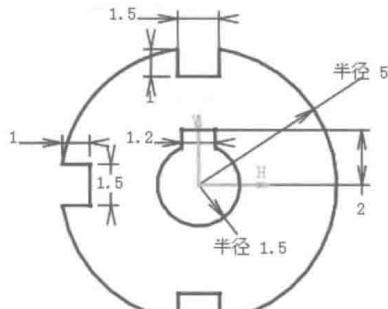

图 2.7 镜像
Step7. 创建图 2.7 所示的镜像。选择下拉菜单 **插入** → **操作** → **变换** →